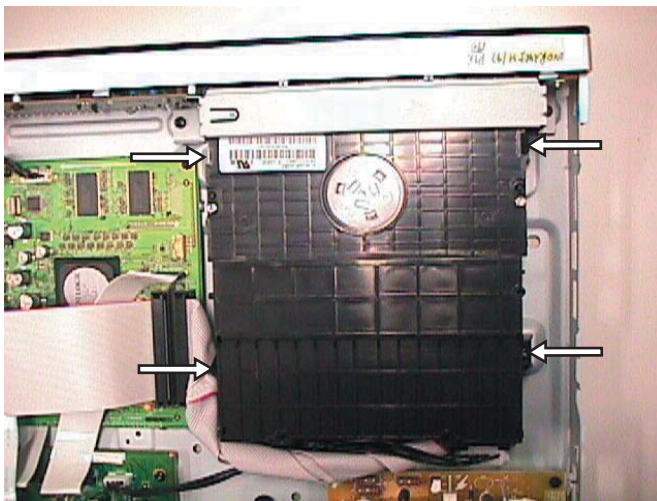

Figura 4-3: Remova o Motor Básico
- 2) Remova os 4 parafusos para soltar o Motor Básico 1001 como mostra a Figura 4-3.